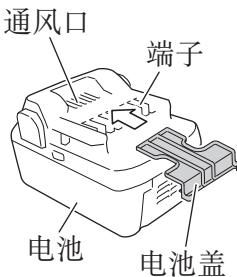

图1
- 或者将电池装在电器中，或者在牢固按入电池盖并挡住通风孔后再存放，以防止短路。(参照图1)